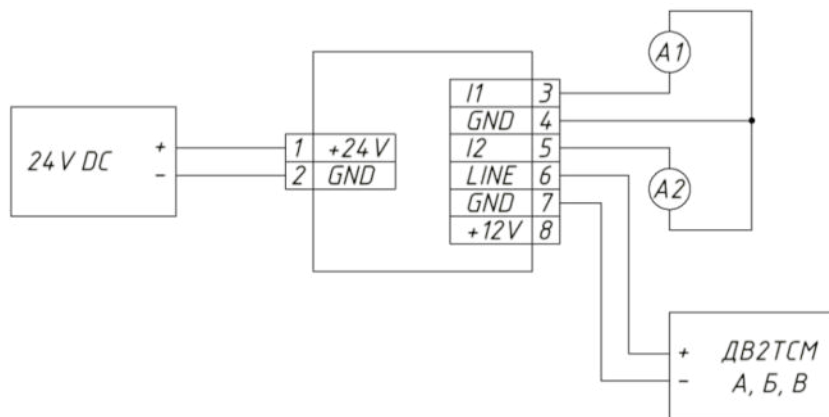

Рис.12. Подключение к блоку интерфейса измерительных преобразователей ДВ2ТСМ в исполнении А, Б и В.
7.7. В зависимости от исполнения измерительные преобразователи ДВ2ТСМ подключаются к блоку преобразователя интерфейса, строго соблюдая полярность, двухпроводным (рис. 12) или трехпроводным (рис.13) кабелем. Корпусной контакт разъема измерительного преобразователя (-) или белый провод для преобразователя с кабельным выходом подключаются к клеммному гнезду «7»-«GND». Центральный контакт разъема измерительного преобразователя (+) или красный провод для преобразователя с кабельным выходом подключаются к клеммному гнезду «6»-«LINE». Категорически запрещается подключать любой из проводников измерительного преобразователя ДВ2ТСМ в исполнении А, Б и В (кроме ДВ2ТСМ-1Т-4П-В) к клеммному гнезду «8»- «+12V».
7.8. Подключение преобразователя ДВ2ТТ20-Г к источнику питания и вторичным измерительным устройствам осуществляется по четырем проводам - по одной паре подается напряжение питания (цепи «1»-«+24V» и «2»-«GND»), по другой осуществляется съем токовых выходных сигналов. Подключение преобразователя к измерительной системе или вторичному прибору осуществляется согласно инструкции по эксплуатации последнего. Схема подключения преобразователя приведена на рис.12 и рис.13.